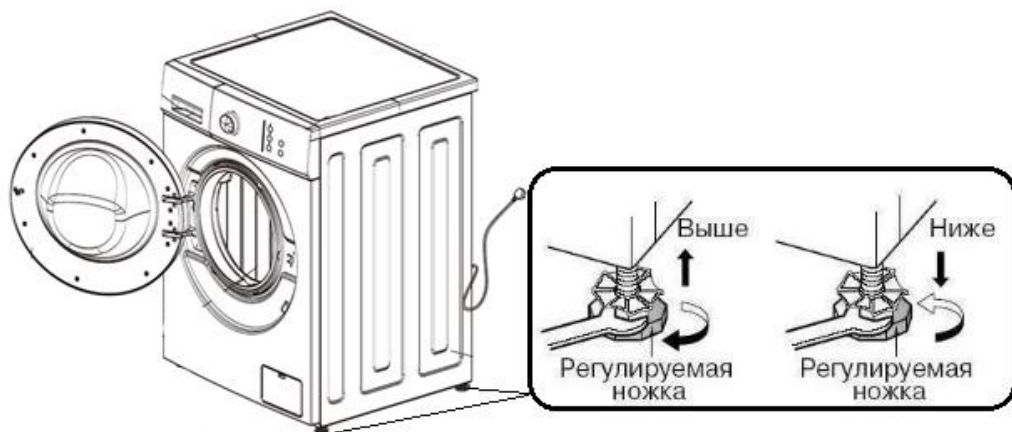

Рисунок 10
- **Регулирование установочных ножек.** Отрегулируйте регулировочные ножки, чтобы стиральная машина стояла горизонтально и прочно на поверхности пола. После регулировки надежно затяните контргайку (см. рисунок 10). Не ставьте стиральную машину на платформу, которая находится выше уровня пола, чтобы предотвратить случайное падение машины.